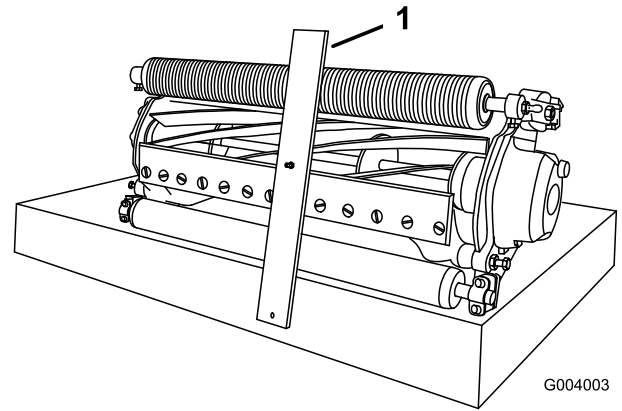

図 17
3. ゲージバーのネジ頭を下刃の先端に引っかけ、バーの後端をローラの後部に当てがう (図 17)。